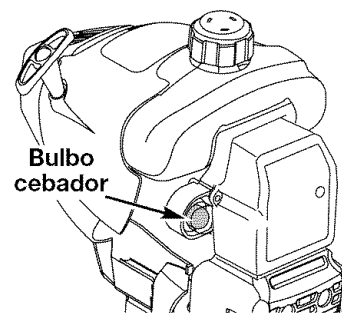

Fig. 4
**NOTA:** No hay necesidad de girar la unidad. Encendido/de parada el control (Fig. 4) está en la posición de trabajo siempre (I).
3. Oprima completamente el cebador y suéltelo 10 veces. Hágalo lentamente. Se deberá ver un poco de **combustible en el cebador** y en las tuberías de alimentación de combustible (Fig. 4). Si no puede ver el combustible en el cebador, oprímalo y suéltelo tantas veces como sea necesario hasta que vea combustible en el mismo.